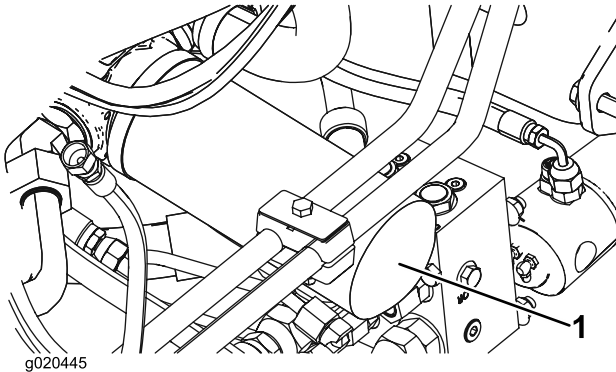

Figura 72
2. Limpie alrededor de la zona de montaje de los filtros. Coloque un recipiente debajo del filtro y retire el filtro (Figura 72).